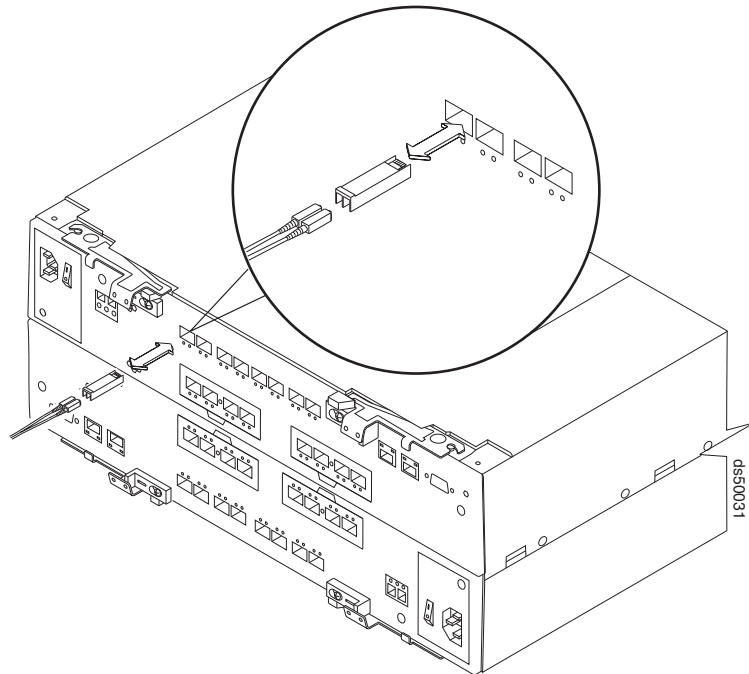

図 25. サポートされる DS5000 ストレージ・サブシステムにおける、SFP モジュールと LC-LC ケーブルの取り付け
2. 48 ページの図 25 に示すように、LC-LC 光ファイバー・ケーブルを SFP モジュールに接続します。
注: 48 ページの図 25 は、DS5000 ストレージ・サブシステムを表しています。この DS5000 ストレージ・サブシステムは、解説目的としてのみ示されています。